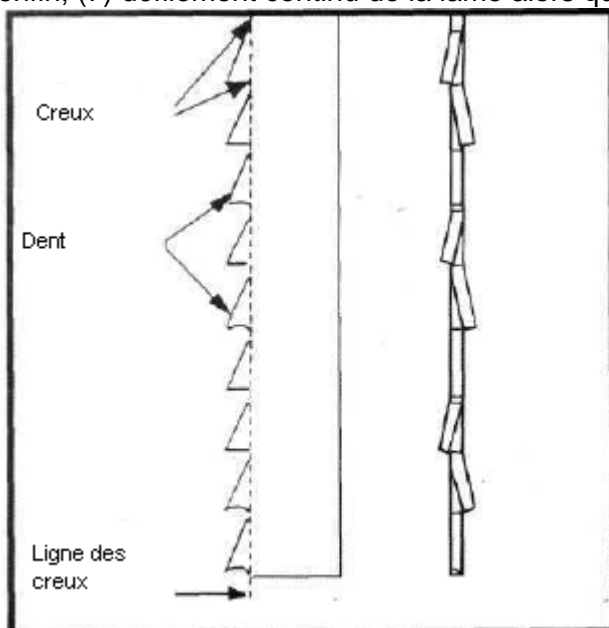

Fig. 22
**Forme des dents** – Il existe quatre formes courantes des dents de la lame : à contreforts, à crochets, de précision et en carbure de tungstène. Les dents de précision sont les plus courantes et sont celles équipant la scie. Voir Fig. 22. Ce sont les plus souples d'emploi qui assurent une bonne finition de surface.